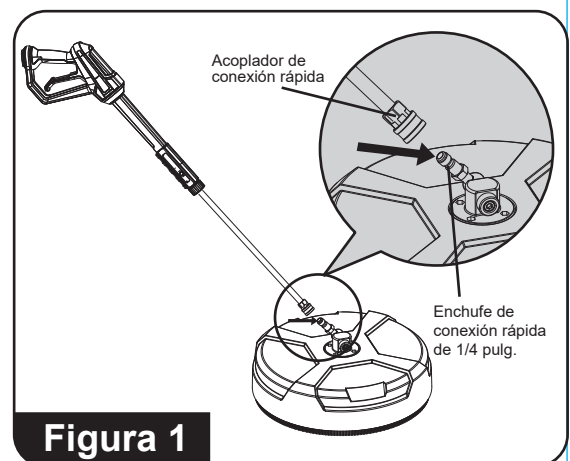

Figura 1
2. Fije el enchufe de conexión rápida de 1/4 pulg. de la limpiadora de superficies en el extremo de la varilla del equipo de lavado con agua a presión (consulte la figura 1).